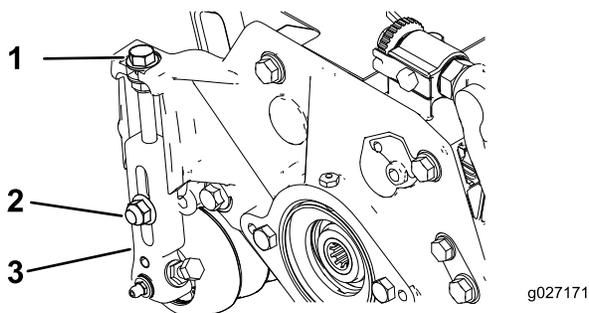

Figura 15
- Desaperte as porcas de bloqueio que fixam os braços da altura de corte às placas laterais da unidade de corte (Figura 15).